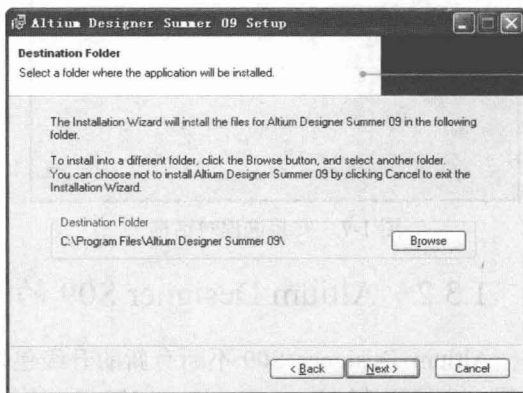

图 1-4 选择安装路径对话框
(4) 单击 **Next >** 按钮继续下一步操作，在弹出的对话框中用户可以利用 **Browse** 按钮选择软件的安装路径。默认的安装路径为“C:\Program Files\Altium Designer Summer 09\”。当然，也可以将其安装在其他路径，单击 **Browse** 按钮选择其他安装路径，这里选择“C:\Program Files\Altium Designer Summer 09\”为安装路径，如图 1-4 所示。